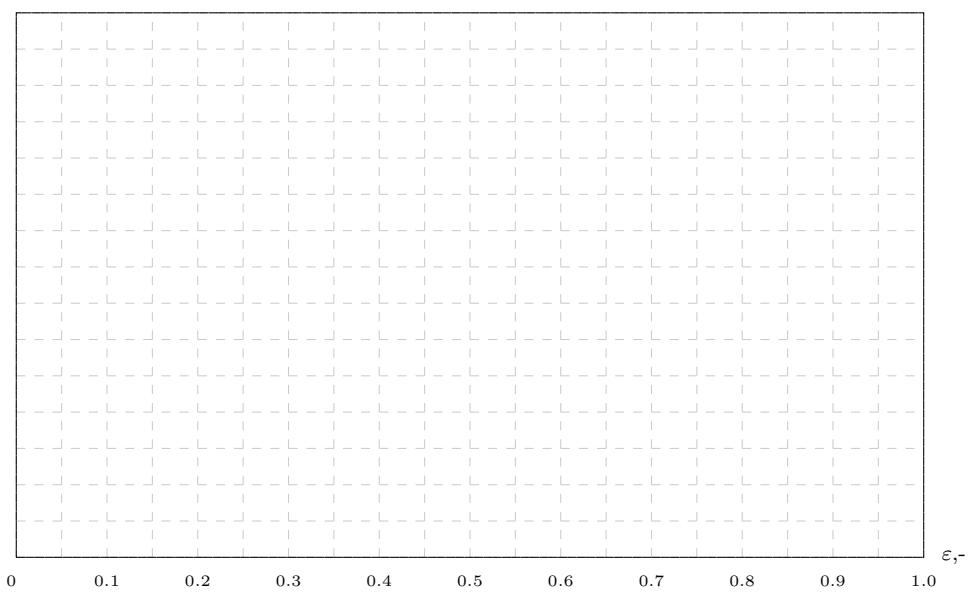

FIGURE 2 – Charge en fonction de la déformation
- Sur la Fig. 2, esquissez la courbe qui représente la charge  $F$  en fonction du taux de déformation réel  $\varepsilon$ .